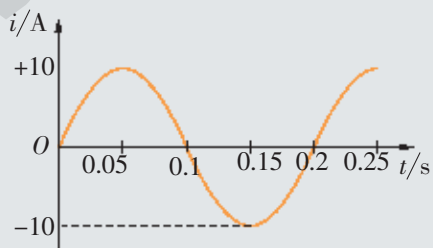

图 2-22
电子技术中常用到其他形式的交变电流。图 2-22 所示几个图像中的交变电流随时间的变化并不遵循正弦函数的变化规律,但也是交变电流。
- 一交变电流的电流瞬时值 $i = 5 \sin 100\pi t$ (A), 则它的最大值为 _____ A,有效值为 _____ A,周期为 _____ s,频率为 _____ Hz。
- 图 2-22 是一个按正弦函数规律变化的交变电流的电流图像,请根据图像求出它的周期、频率和最大值,并写出电流的函数表达式。